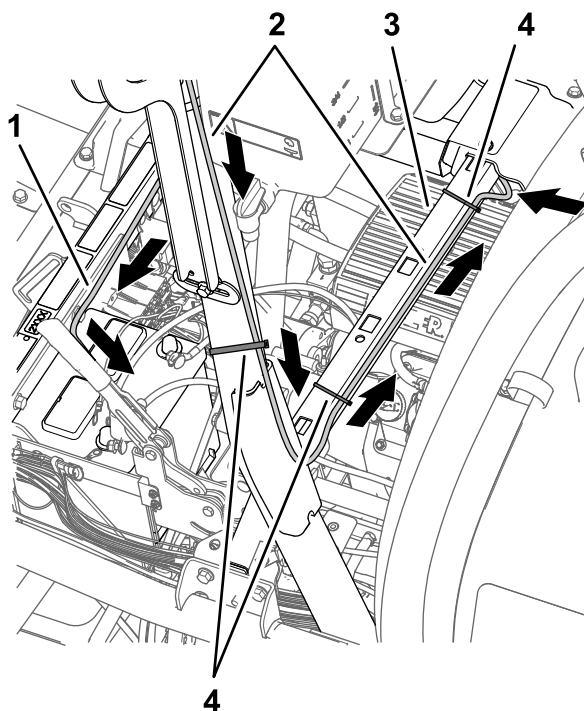
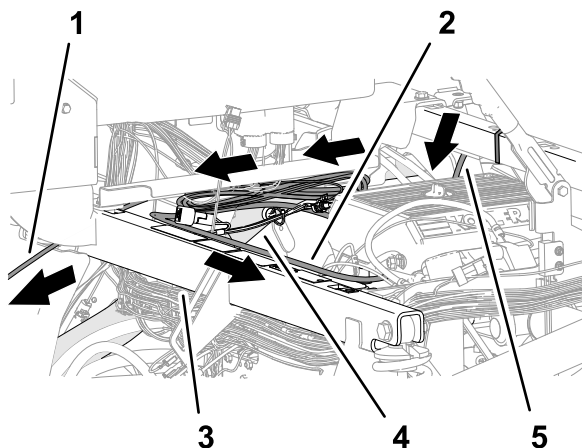

図 201
図 203
- このデータハーネスとバッテリーハーネスを、ROPS の左側の柱に沿っておろし、座席サポートのクロス部材へ配設する図 201。
2. 図 201 に示すように、ナビゲーション受信機用の 390 cm のデータハーネスを、ROPS に固定する。
5. データハーネスとバッテリーハーネスを、座席サポートのクロス部材を横切って配線し、データハーネスの 390cm の枝線をクロス部材にケーブルタイ2本で固定する図 201 と 図 203。
6. バッテリーハーネスの 220cm の枝線を、右上フレームチューブに沿って配設する図 203。
7. バッテリーハーネスの 220cm の枝線を、ソケットサポートチューブを横切ってバッテリーに向けて配設する図 203。
8. データ用ハーネスの 220cm の枝線 26ソケットのついている枝線を、コントローラコンソールの下を通して配設し、ダッシュパネルに向かって前方へ導く図 203。